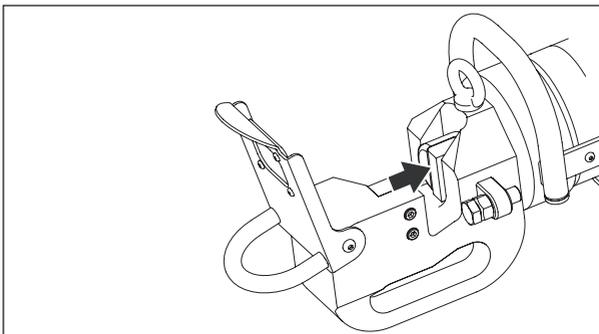

Figura 8, Pistón y cuchilla en posición inicial (completamente retraídos)
Asegúrese siempre de que el pistón y la cuchilla móvil estén en la posición inicial completamente retraída antes de colocar cualquier material en el cabezal de corte. Véase Figura 8.
2. Asegúrese de que el pistón esté en la posición inicial (totalmente retraído). Véase Figura 8.
1. Arranque la bomba. Mueva el pistón a la posición inicial (totalmente retraído). Véase Figura 8.